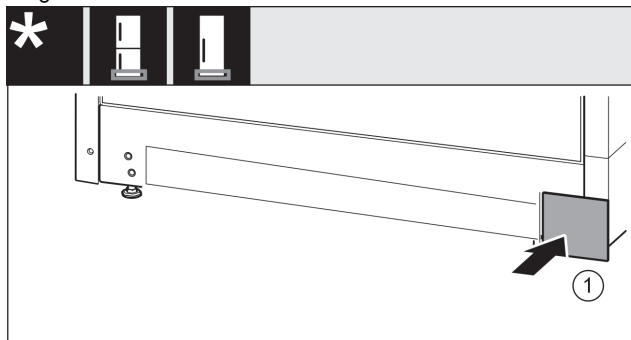

Fig. 37
- Remettre en place le cache de l'autre côté. *Fig. 37 (1)*